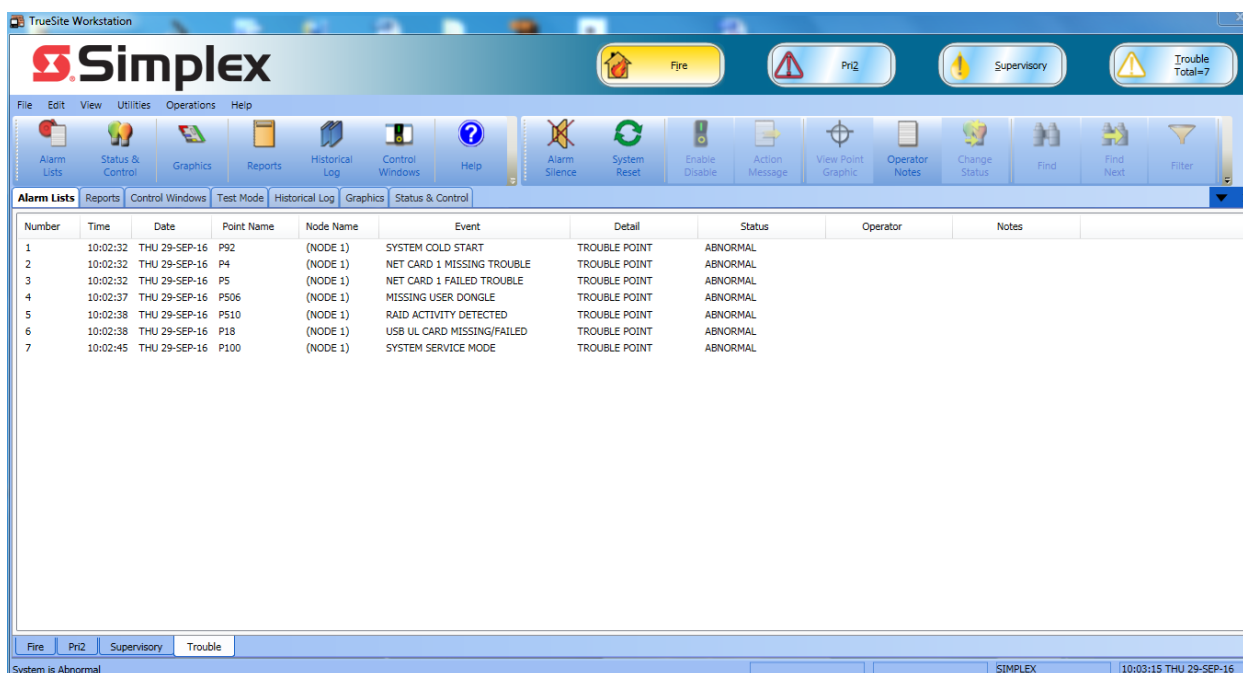
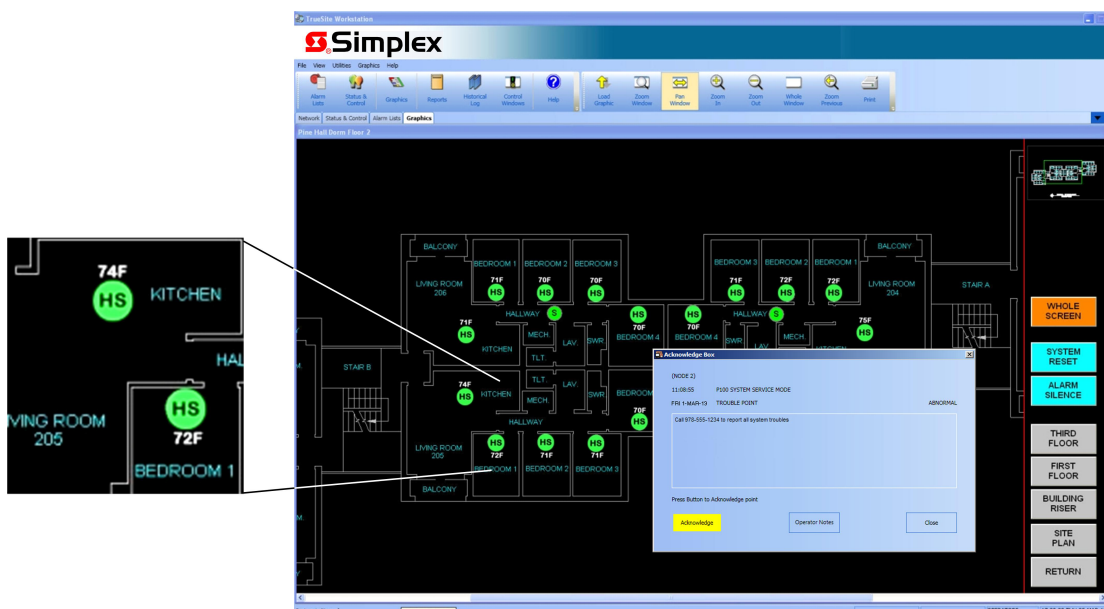

Figura 3: Tela de lista de alarme de exemplo do TrueSite Incident Commander
Figura 4: Tela gráfica de exemplo do TrueSite Incident Commander, com ampliação de detalhes e caixa de reconhecimento.
**Operação.** Quando as mudanças do status da rede de alarme do incêndio ocorrer, a tela exibe o tipo e a localização do alarme (ou outra atividade) e os botões de cabeçalho apropriado aparecem. Na tela de registro histórico, conforme exibido em Figura 3, os botões Fire (Incêndio), Priority 2 (Prioridade 2), Supervisory (Supervisão) e Trouble (Problema) são mostrados com um problema ativo indicado.
**Telas de Amostra.** Figura 3 é representativa de uma tela de exibição histórica. Figura 4 é representativa de uma tela de sistema gráfico com os ícones que representam os dispositivos de interesse. As escolhas da tela podem ser configuradas por preferência do sistema, no entanto, ao usar um segundo monitor opcional, ambos os tipos de tela podem ser visíveis para comodidade do operador
**Registro Histórico e Detalhes da Lista.** Figura 3 mostra os detalhes de registro histórico. O formato de exibição é semelhante ao de exibição para itens da lista de ativos, tais como lista de alarmes. A informação apresentada pode ser classificada na tela por cada categoria indicada, incluindo número, horário, data, nome do ponto. Informações da lista pode ser revista na tela, impressa em uma impressora do sistema local ou remoto, ou podem ser gravados em um arquivo eletrônico para compatibilidade com programas de planilha e banco de dados.
**Controles de Tela Gráfica.** (Consulte Figura 4) Os ícones podem ser adicionados para identificar a localização e o tipo do dispositivo de interesse e a barra de ferramentas de controle gráfico (localizado no topo do gráfico) pode ser usada para pan e zoom para mais detalhes precisos. Zonas de cobertura programáveis podem ser adicionadas com área e nível de zoom selecionável. O plano do local da área fixo (plano de chave), com botões de ação e localizador de tela pode ser adicionado como mostrado. Panorâmica e zoom são controlados por um retângulo verde no plano principal.
**Mensagens de Ação.** Além de texto da tela ou informação gráfica, o operador pode se deparar com mensagens de ação específicas que fornecem informações de resposta de emergência e direções. Estas mensagens de ação são facilmente editadas no campo para os requisitos locais. A mensagem de ação apropriada estaria localizada em uma caixa de diálogo, conforme mostrado na tela de gráficos Figura 4.